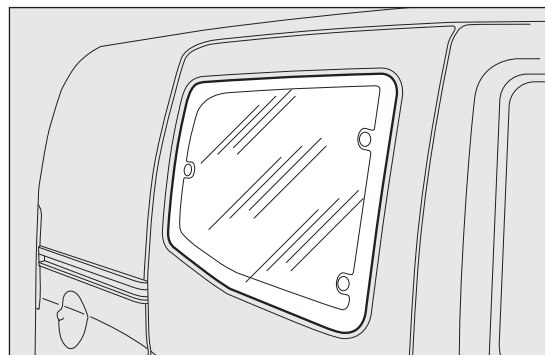
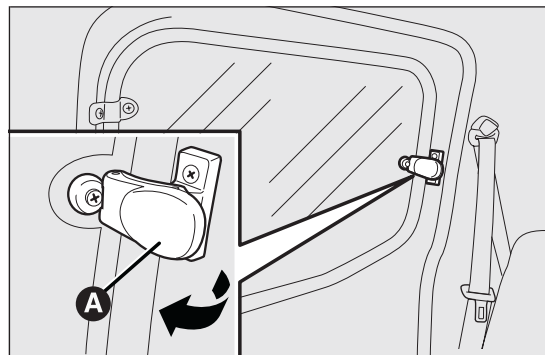

fig. 56
fig. 57
Per aprirli, procedere come segue fig. 56 fig. 57:
- ☐ spostare la leva A fig. 57 verso l'esterno fino ad ottenere la completa apertura del vetro.